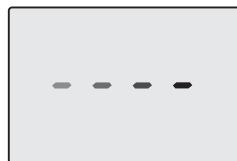
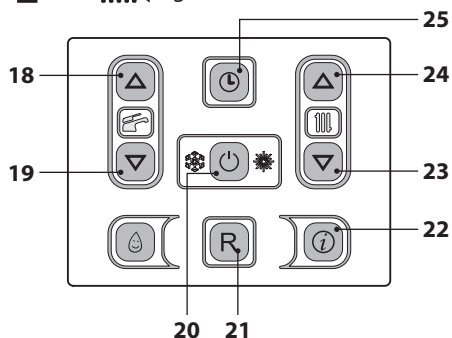

Figura 6.7
Figura 6.8
- Alimentare elettricamente la caldaia azionando l'interruttore bipolare previsto in installazione. Il display LCD visualizza il simbolo (Figura 6.7).
- Tenere premuto per 2 secondi il tasto 20 fino a far apparire sul display entrambi i simboli e (Figura 6.8).
- Spegnerne la caldaia tenendo premuto per 2 secondi il tasto 20 (Figura 6.8) fino a far apparire sul display LCD il simbolo - - - - (Figura 6.7).